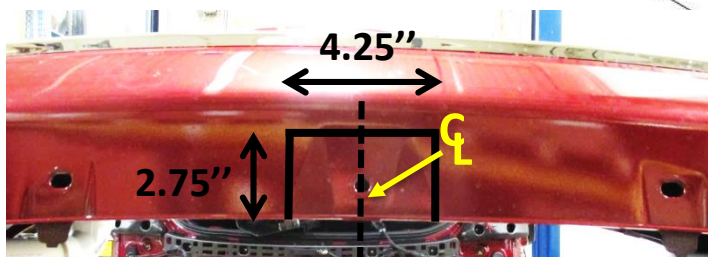

Figure 4
- Découpage du carénage inférieur** – Repérer le centre du carénage inférieur et découper une zone de 2,75 po de profond par 4,25 po de large, voir **Figure 4**. Découper davantage si nécessaire. **NOTA** : Le rivet du carénage central inférieur ne pourra se rattacher après le découpage du carénage.